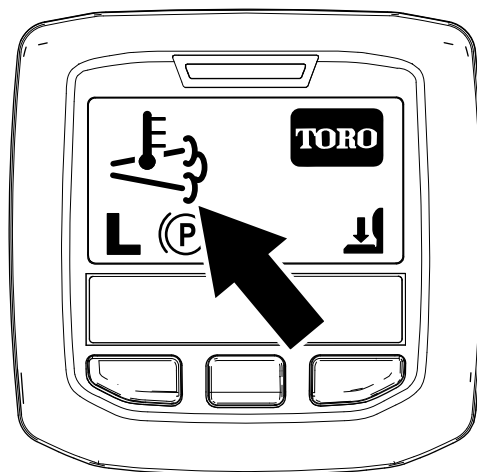

Bild 44
- () wird im InfoCenter angezeigt (Bild 44).